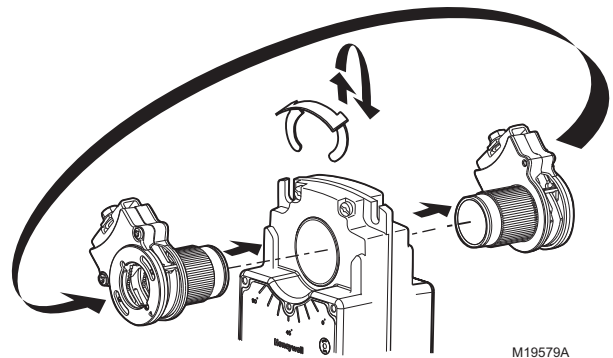

Fig. 30. Colocación del acoplador del eje al actuador en el lado opuesto.
- (1) Los actuadores MS7505 vuelven a posicionar el interruptor de selección de la señal de control; actuadores MS7103 solamente de 2-10 V CC (no es posible la reversión), o
- (2) Para cambiar la dirección del muelle de recuperación: retire, voltee y reemplace el actuador en el soporte.
- d. Desplace el acoplador del actuador al lado opuesto del actuador, tal como se muestra en la Fig. 30.
- (1) Quite el sujetador de retención del acoplador del eje y déjelo a un lado para usarlo más adelante.
- (2) Quite el acoplador del eje que se encuentra en un lado del actuador.
- (3) Reemplace el acoplador del eje en el lado opuesto del actuador, y alinéelo según la etiqueta de desplazamiento.
- (4) Reubique el sujetador de retención en el acoplador del eje usando la ranura del acoplador.